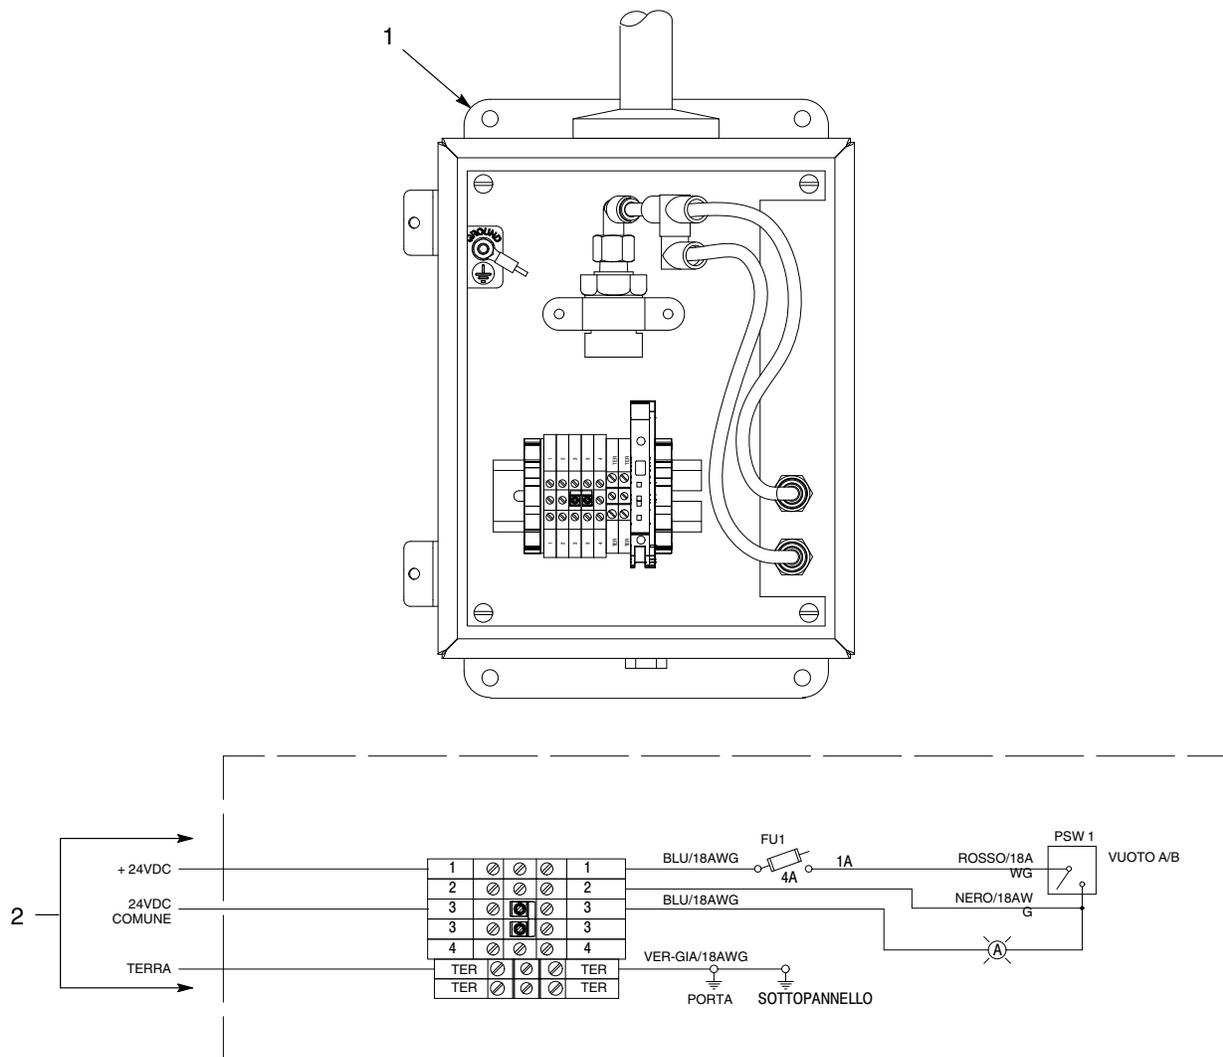

Figura 3 Collegamenti elettrici
1. Vedi figura 3. Fornire un'alimentazione di tensione di 24 VDC alla scatola di giunzione (1).
3. Collegare i cavi (2) come illustrato.